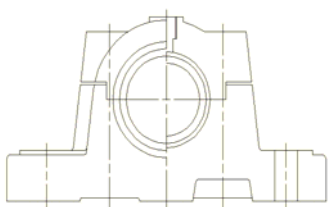

图 4-17 插入轴承块
- 05 其他参数采用默认设置，单击 **确定** 按钮，在命令行“指定块的插入点:”提示下，在绘图区单击左键，将“轴承”图形以一个外部块的方式，插入到当前文件中，如图 4-17 所示。重复使用【插入块】